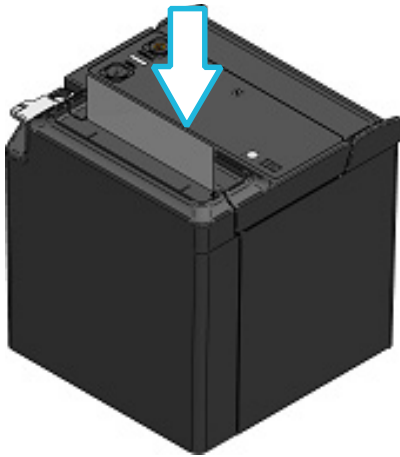

図 8-7 ペーパーカバー（上排出）
- ⑤ 図 8-7、図 8-8の矢印部分をしっかりと押し、片閉まりしないようにペーパーカバーを閉めてください。